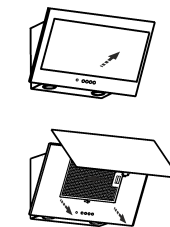

рис. 4
8.3 Для очистки алюминиевого фильтра извлеките его из вытяжки (рис.4). Произведите очистку фильтра с помощью щетки горячим водным раствором нейтрального моющего средства вручную или в посудомоечной машине (при 60°C). Сильно загрязненный фильтр не следует мыть в посудомоечной машине вместе с посудой. Старайтесь не сгибать фильтр при мойке. Возможное изменение цвета фильтра, с течением времени, не приводит к снижению эффективности его действия.
6.1.1 Перед установкой вытяжки снимите алюминиевый фильтр (рис. 4). Предварительно откройте стеклянную откидную панель:
- потяните за нижний край откидной панели, как показано на рис. 4 и откройте ее;